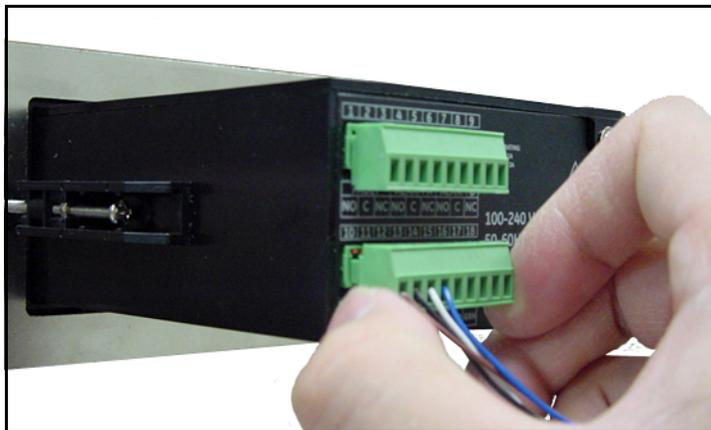

Рисунок 29: Повторная вставка соединителя в клеммную колодку
4. Снова вставьте соединитель в нижнюю клеммную колодку на задней стороне прибора dew.IQ (см. Рисунок 29 ниже).